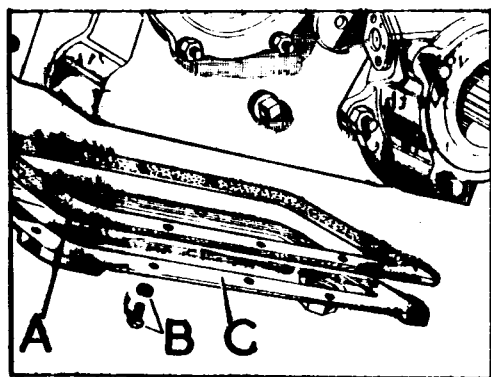

Fig. C-27 Tapa inferior de la caja reductora
- 1.3. Quitar la tapa inferior, C (Fig. C-27) de la caja en unión de la junta, A.